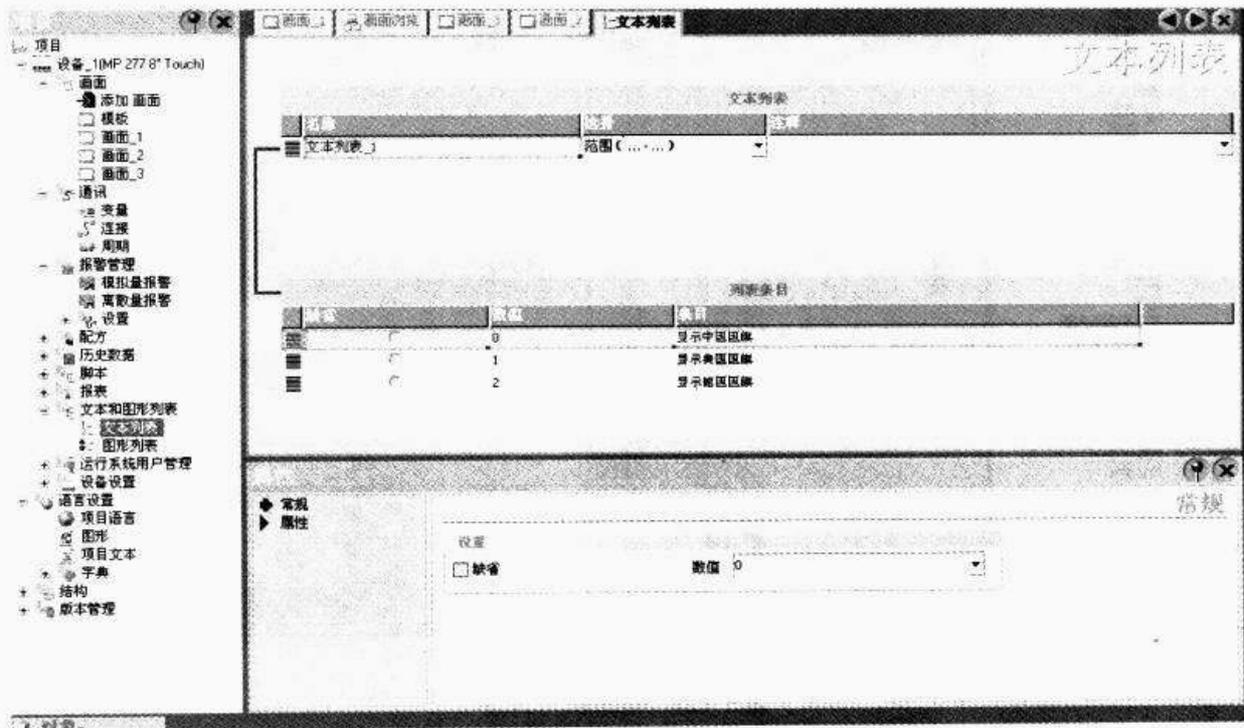

图 5-20 组态文本列表
在 WinCC flexible 中,用户可以组态文本列表和图形列表。文本列表和图形列表以类似数组的形式顺序存储不同的文本和图形,如图 5-20 所示。
在“项目”视图中,打开“文本和图形列表”编辑器,双击“文本列表”,新建一个文本列表,如图 5-20 所示。
① 范围:指定文本列表相连接的变量的当前值在某一范围之内,需要对应显示的文本内容。如图 5-20 所示,当数值为“1”时显示“显示美国国旗”,当数值为“2”时显示“显示德国国